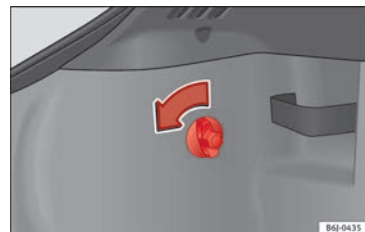

Fig. 105 Acceso a los pilotos posteriores.
- Gire el tornillo en el sentido de la flecha con la mano o con la ayuda de un destornillador » » fig. 105.
- Retire el conector del alojamiento **A** » » fig. 105.